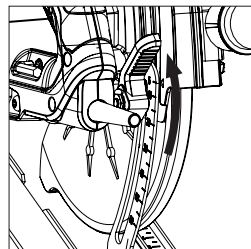

Abb. 10
- Lösen Sie die Verriegelung für die Einstellung der Schnitttiefe, indem Sie den Bedienhebel nach oben ziehen. (**Abb. 10**)